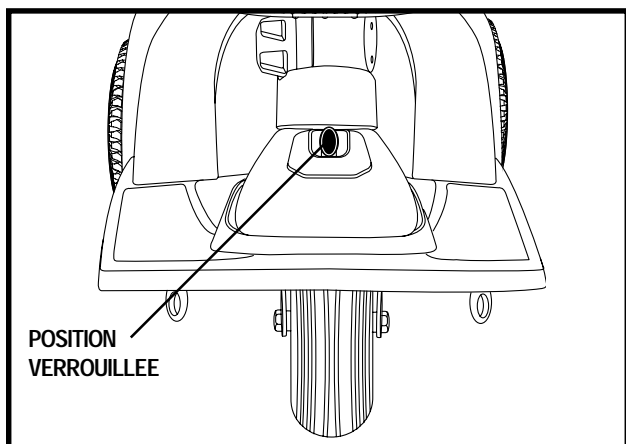

Figure 21. Guidon (verrouillé)
2. Verrouillez le guidon droit devant. Pesez sur le bouton de blocage et tournez-le 90° dans le sens des aiguilles d'une montre. Voir la figure 21. La roue avant doit être face à l'avant afin de pouvoir bloquer le guidon.